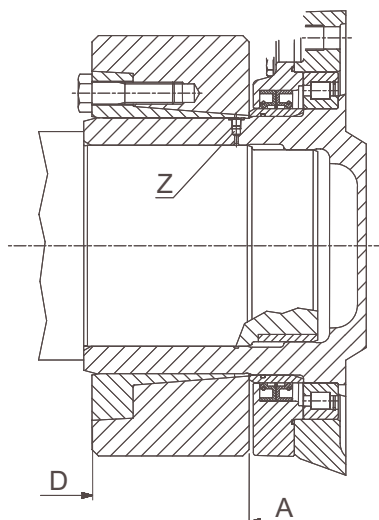

Fig. 2
- Den Stopfen "Z" (siehe Abb. 2) wieder einbauen und die Kupplung anbringen (siehe Abb. 2 Pkt. A)
- Der korrekte Einbau der Kupplung kann auch auf Sicht geprüft werden, da sich die beiden Frontflächen des Innen- und Außenrings auf derselben Ebene befinden müssen (siehe Abb. 2 Pkt. D).
- Vor dem Wiedereinbau der überholten Kupplung die Zonen "C" (siehe Abb. 2) neu einfetten.